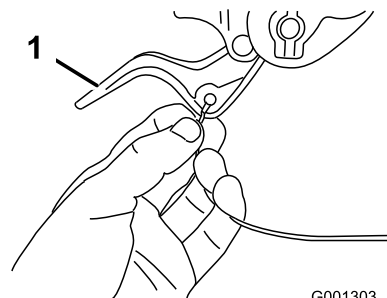

Figura 6
2. Disponete l'estremità del cavo di sinistra o destra sopra la stegola inferiore e inserite l'estremità del cavo nel foro della corrispondente leva della frizione ruote (Figura 6).